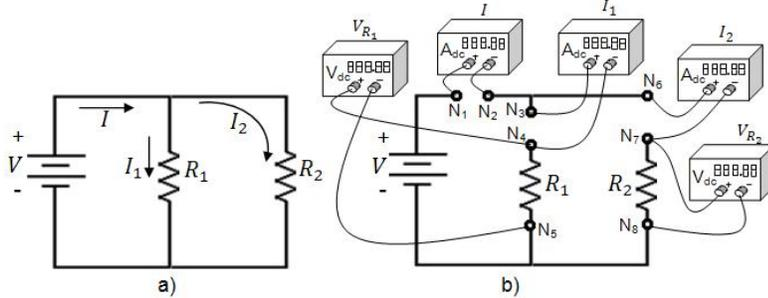

Figura 6.2. Circuito resistivo paralelo.
a).- En el primer caso se analiza el funcionamiento del circuito resistivo paralelo con elementos cuyos valores no genere algún problema a la fuente de alimentación. Construya el circuito de la figura 6.2, con $V_i = 5 \text{ sen}(\omega t)$ de frecuencia $f = 1 \text{ KHz}$ y seleccione las resistencias que estén dentro del rango siguiente $2\text{K}\Omega \leq R_{\text{Total}} \leq 900\text{K}\Omega$. Mida el voltaje en R_1 , R_2 y las corrientes indicadas en el circuito. Llene la tabla 6.4
b).- En segundo caso se analiza el funcionamiento del circuito resistivo paralelo con elementos cuyos valores requieren de más corriente que la corriente máxima de la fuente de alimentación. Construya el circuito de la figura 6.2, con $V_i = 5 \text{ sen}(\omega t)$ de frecuencia $f = 1 \text{ KHz}$, seleccione las resistencias que estén dentro del siguiente rango $500\Omega \leq R_{\text{Total}} \leq 1600\Omega$. Antes de construir el circuito calcule la potencia de las resistencias (llene la tabla 6.5), para seleccionar los elementos de la potencia adecuada. Mida el voltaje, corriente en cada resistencia del circuito y llene la tabla 6.5.
c).- En el tercer caso se analiza el funcionamiento del circuito resistivo paralelo con elementos cuyos valores son de $\geq 1M\Omega$. Construya el circuito de la figura 6.2, con $V_i = 5 \text{ sen}(\omega t)$ de frecuencia $f = 1 \text{ KHz}$ y seleccione las resistencias cuyo valor sea $\geq 1M\Omega$. Antes de construir el circuito calcule la potencia de las resistencias. Mida el voltaje y corriente en cada resistencia del circuito. Llene la tabla 6.6